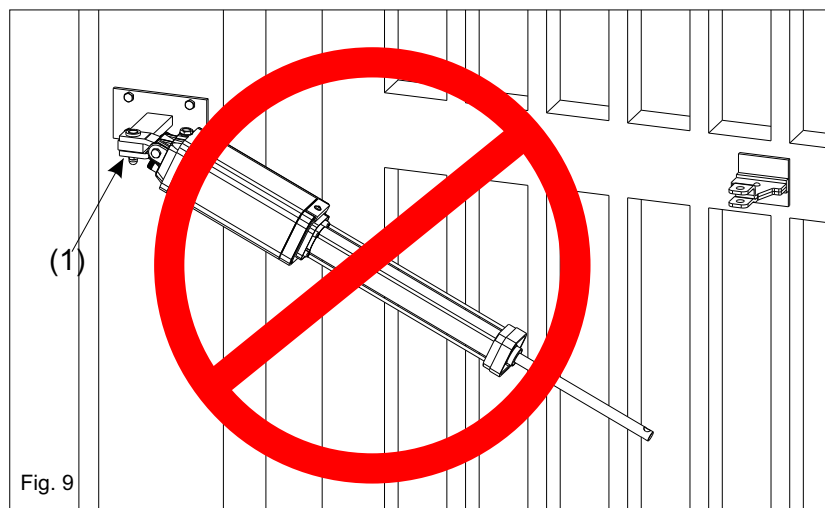

Fig. 9
- Fixer la fourche oscillante comme dans Fig. 9